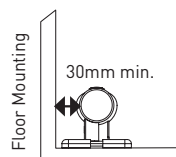

Fig. 6
- Seguire le distanze minime riportate in [Fig. 6] If per il funzionamento indipendente, fissare le staffe lungo la lunghezza per sostenere adeguatamente la stufetta e garantirne la stabilità.